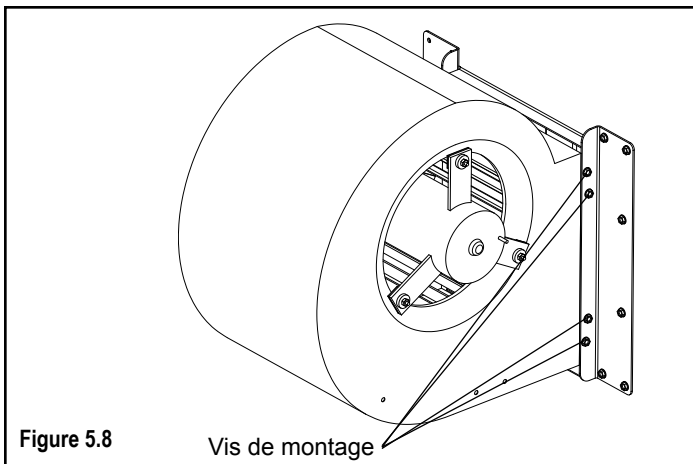

Figure 5.8
Installez les supports de fixation du ventilateur sur le ventilateur, comme illustré à la Figure 5.8.
1. Placez quatre (4) vis Tek de chaque côté, Figure 5.8. Commencez par les deux vis du milieu.